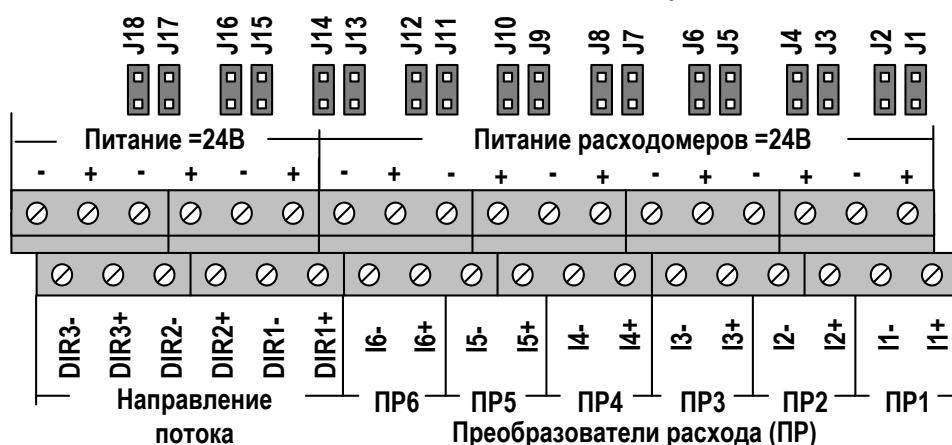

Рис.20. Обозначение коммутационных элементов подключения ПР.
7.5.2.1. Частотно-импульсные входы каналов измерения расхода предназначены для подключения преобразователей расхода различных типов с импульсным выходом. Обозначение коммутационных элементов для подключения ПР показано на рис.20.
- В активном режиме работы перемычки установлены на контактные пары J1-J12 (рис.20). Входные каскады частотно-импульсных входовются от внутреннего гальванически развязанного источника напряжением +5 В. На входы должны подаваться либо импульсы